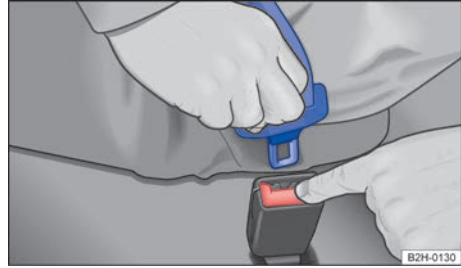

Fig. 61 Soltar la lengüeta del cinturón abdominal del cierre del mismo.
- Pulse la tecla roja del cierre del cinturón → fig. 61. La lengüeta del cinturón sale expulsada.